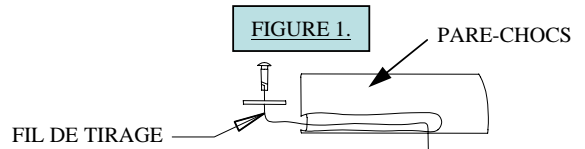

FIGURE 1.
①	Qty. (4)	7/16"-14 X 1-1/4" GRADE 5 CARRIAGE BOLT	③	Qty. (4)	7/16" CONICAL TOOTHED WASHER
②	Qty. (4)	BLOCK 1/4" X 1" X 3"	④	Qty. (4)	7/16"-14 HEX NUT
2. With the flat blade screwdriver remove and retain (2) plastic push rivets that attach lower fascia supports to vehicle.
3. Fishwire carriage bolts and blocks through ends of the bumper as shown in Figure 1.
①	Qté (4)	7/16-14 X 1.25	BOULON DE CARROSSERIE CATÉGORIE 5	③	Qté (4)	RONDELLE CONIQUE DENTÉE 7/16 PO
②	Qté (4)	BLOC 1/4 X 1 X 3		④	Qté (4)	ÉCROU 7/16-14
- À l'aide du tournevis à lame plate, enlever et conserver les deux (2) rivets en plastique qui fixent les supports de carénage inférieurs au véhicule.
- À L'AIDE D'UN FIL DE TIRAGE, FAIRE PASSER LES BOULONS DE CARROSSERIE ET LES BLOCS À TRAVERS LES EXTRÉMITÉS DU PARE-CHOCS, COMME ILLUSTRÉ À LA FIGURE 1.